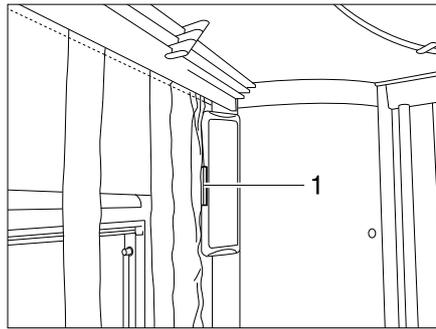

Bild 69 Raffrollo
- Schnurbeschwerer (Bild 69,1) nach unten ziehen. Das Rollo wird von den Bändern nach oben gezogen und gerafft.